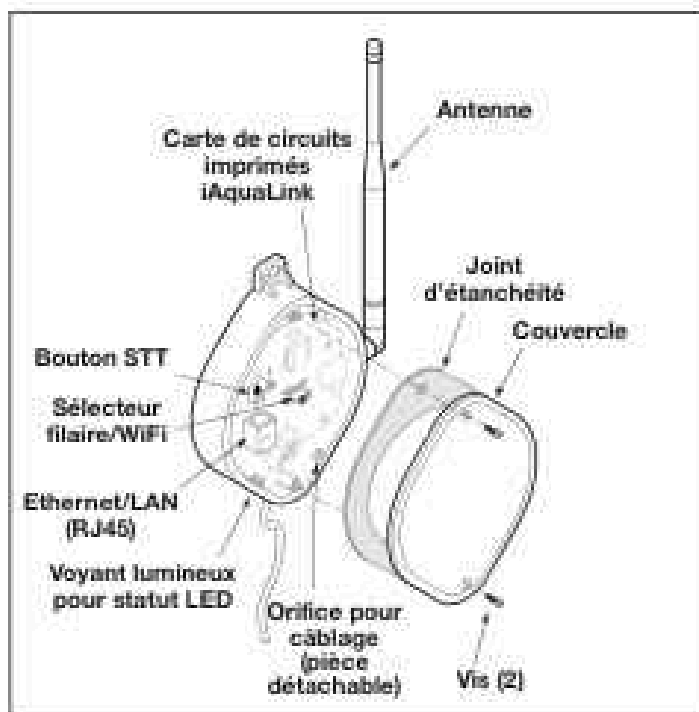

Figure 32. Composants de la carte de circuits imprimés de l'appareil iAquaLink
1. Enlevez les deux (2) vis du couvercle de la boîte de connexion iAquaLink. Enlevez le joint d'étanchéité et le couvercle. Voir la figure 32.